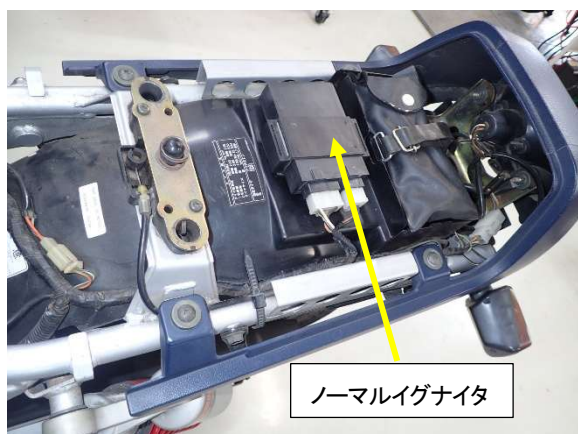

図1
- ① シートを外しノーマルイグナイタユニットを取外して下さい (図1)。